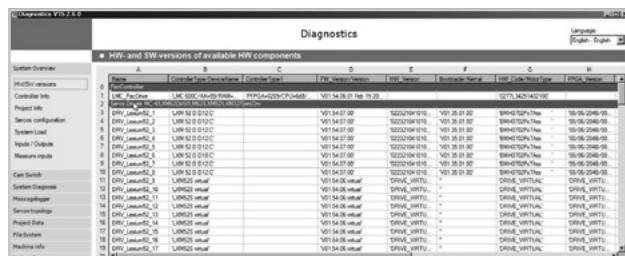

Figure 101
1. Versions HW/SW (sous l'onglet Survol du système) (figure 101) :